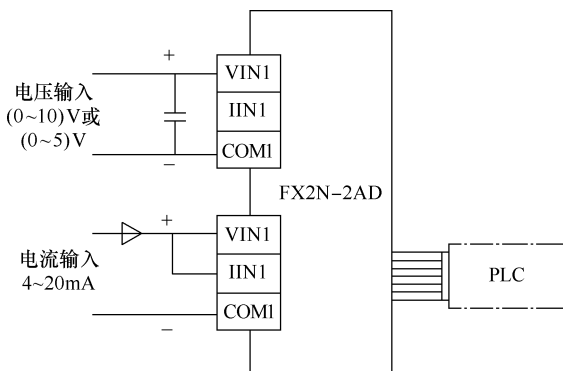

图 6-5 FX2N-2AD 的接线
### 1. FX2N-2AD 的接线（见图 6-5）。
2) 对于电流输入，应按照如图 6-5 所示短接 VIN1 和 IIN1。
3) 当电压输入存在电压波动时，连接一个 0.1 ~ 0.47  $\mu$ F/DC25V 的电容器，如图 6-5 所示。